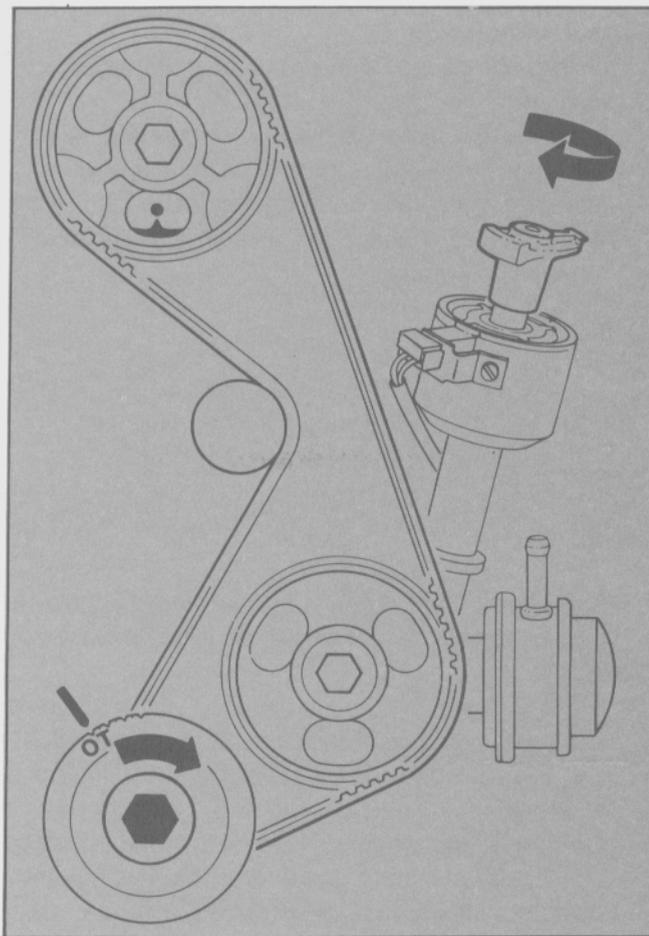

Fig. 121 - Alineación de las marcas del P.M.S.
- Montar el distribuidor y alinear el rotor con la marca del cilindro N° 1 (Fig. 121).